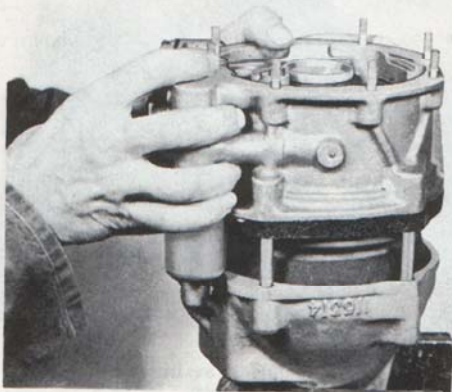

Bild 22. Isärtagning av överväxel
3. Lossa muttrarna som håller samman bromstrumma, främre och bakre hushalva. Lossa muttrarna successivt runt om så att inte snedspänning från fjädrarna uppstår. Lyft bort hushalvan och bromstrumman, se bild 22.